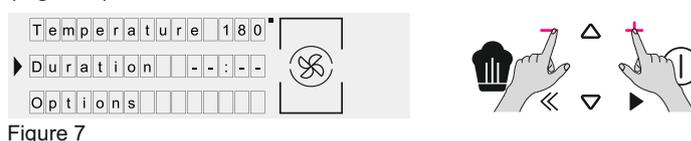

Figure 7
- Appuyez sur (+) ou (-) pour sélectionner la température souhaitée de la fonction sélectionnée. Appuyez sur OK pour continuer ou RETOUR pour revenir à la sélection des fonctions de cuisson. (Figure 7)